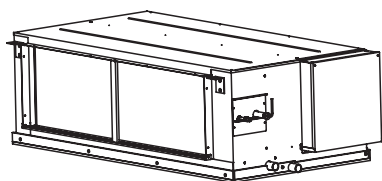

Рисунок 10.1
- 1) Выверните винты по периметру основания кондиционера, чтобы можно было снять это основание. (Рисунок 10.1, Рисунок 10. 2)